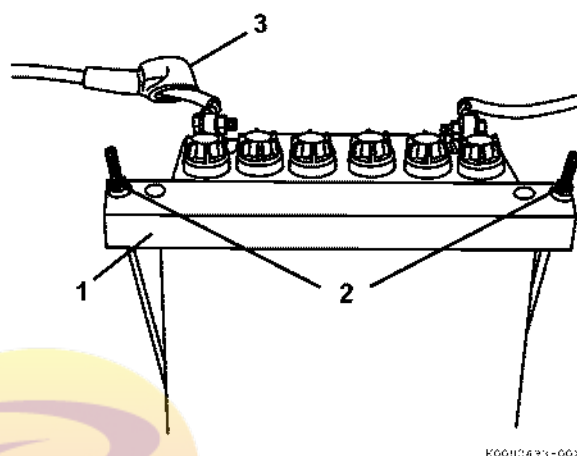

Рис. 40
12. Установите на место прижимную планку (Рис. 40, (1)), удерживающую аккумулятор.
13. Затяните гайки (Рис. 40, (2)), чтобы надежно зафиксировать прижимную планку. Не прикладывайте чрезмерных усилий, затягивая гайки.
15. Подсоедините зажим (Рис. 40, (3)) к положительной (+) клемме аккумулятора.